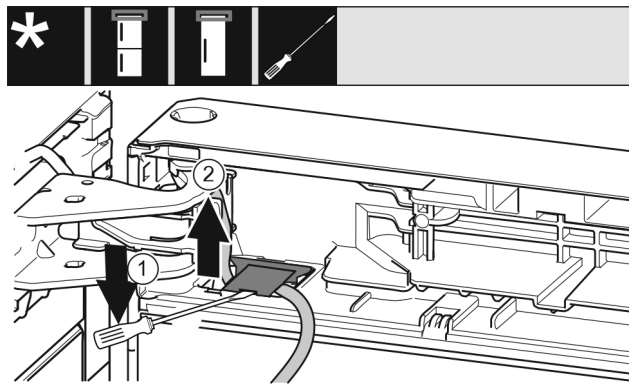

Fig. 21
- ▶ З допомогою шліцевої викрутки підняти і витягнути кришку. Fig. 21 (1)
- ▶ Витягніть кабель. Fig. 21 (2)